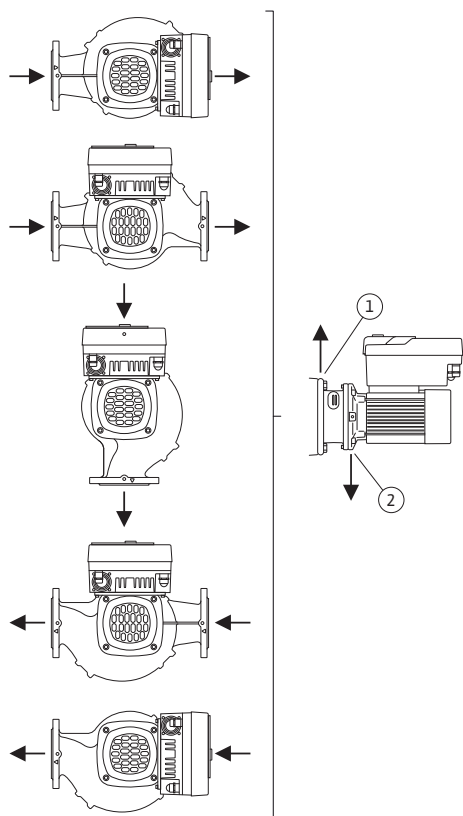

Fig. 17: Poziții de montare admise la arborele arbore dispus orizontal
- Dacă arborele motorului este montat orizontal, poziția orificiului de condens trebuie să fie obligatoriu în jos (Fig. 17, Poz. 2). La nevoie, motorul trebuie rotit.